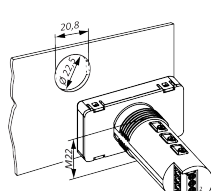

Рисунок 5.1 – Монтаж пристрою щитового кріплення
1. Підготувати у щиті круглий отвір діаметром 22,5 мм (див. рисунок 5.1).